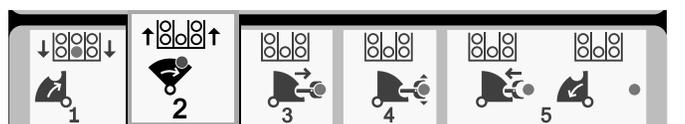
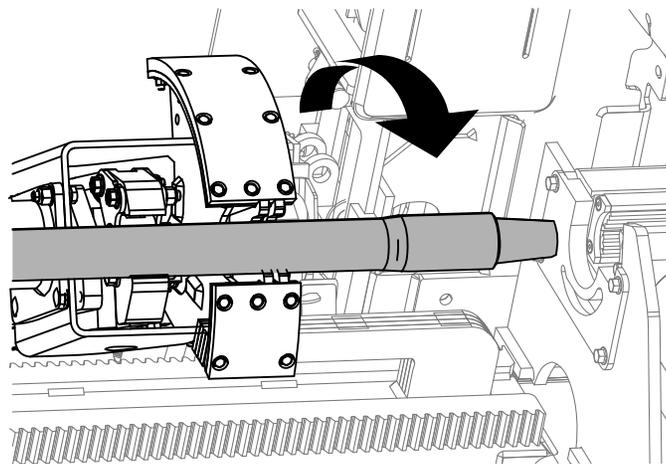

Рисунок 31
Рисунок 32
4. Отпустите кнопку, чтобы перейти к следующему этапу в последовательности (Рисунок 31).
5. Удерживайте нажатой нижнюю правую кнопку на левом джойстике (Рисунок 27) до тех пор, пока изображение на экране не перейдет к поз. 3 (Рисунок 31) и пока кулачок в сборе не повернется до упора вперед к стеллажу и подъемники не поднимут оставшуюся трубу в кассету для бурильных труб (Рисунок 32).